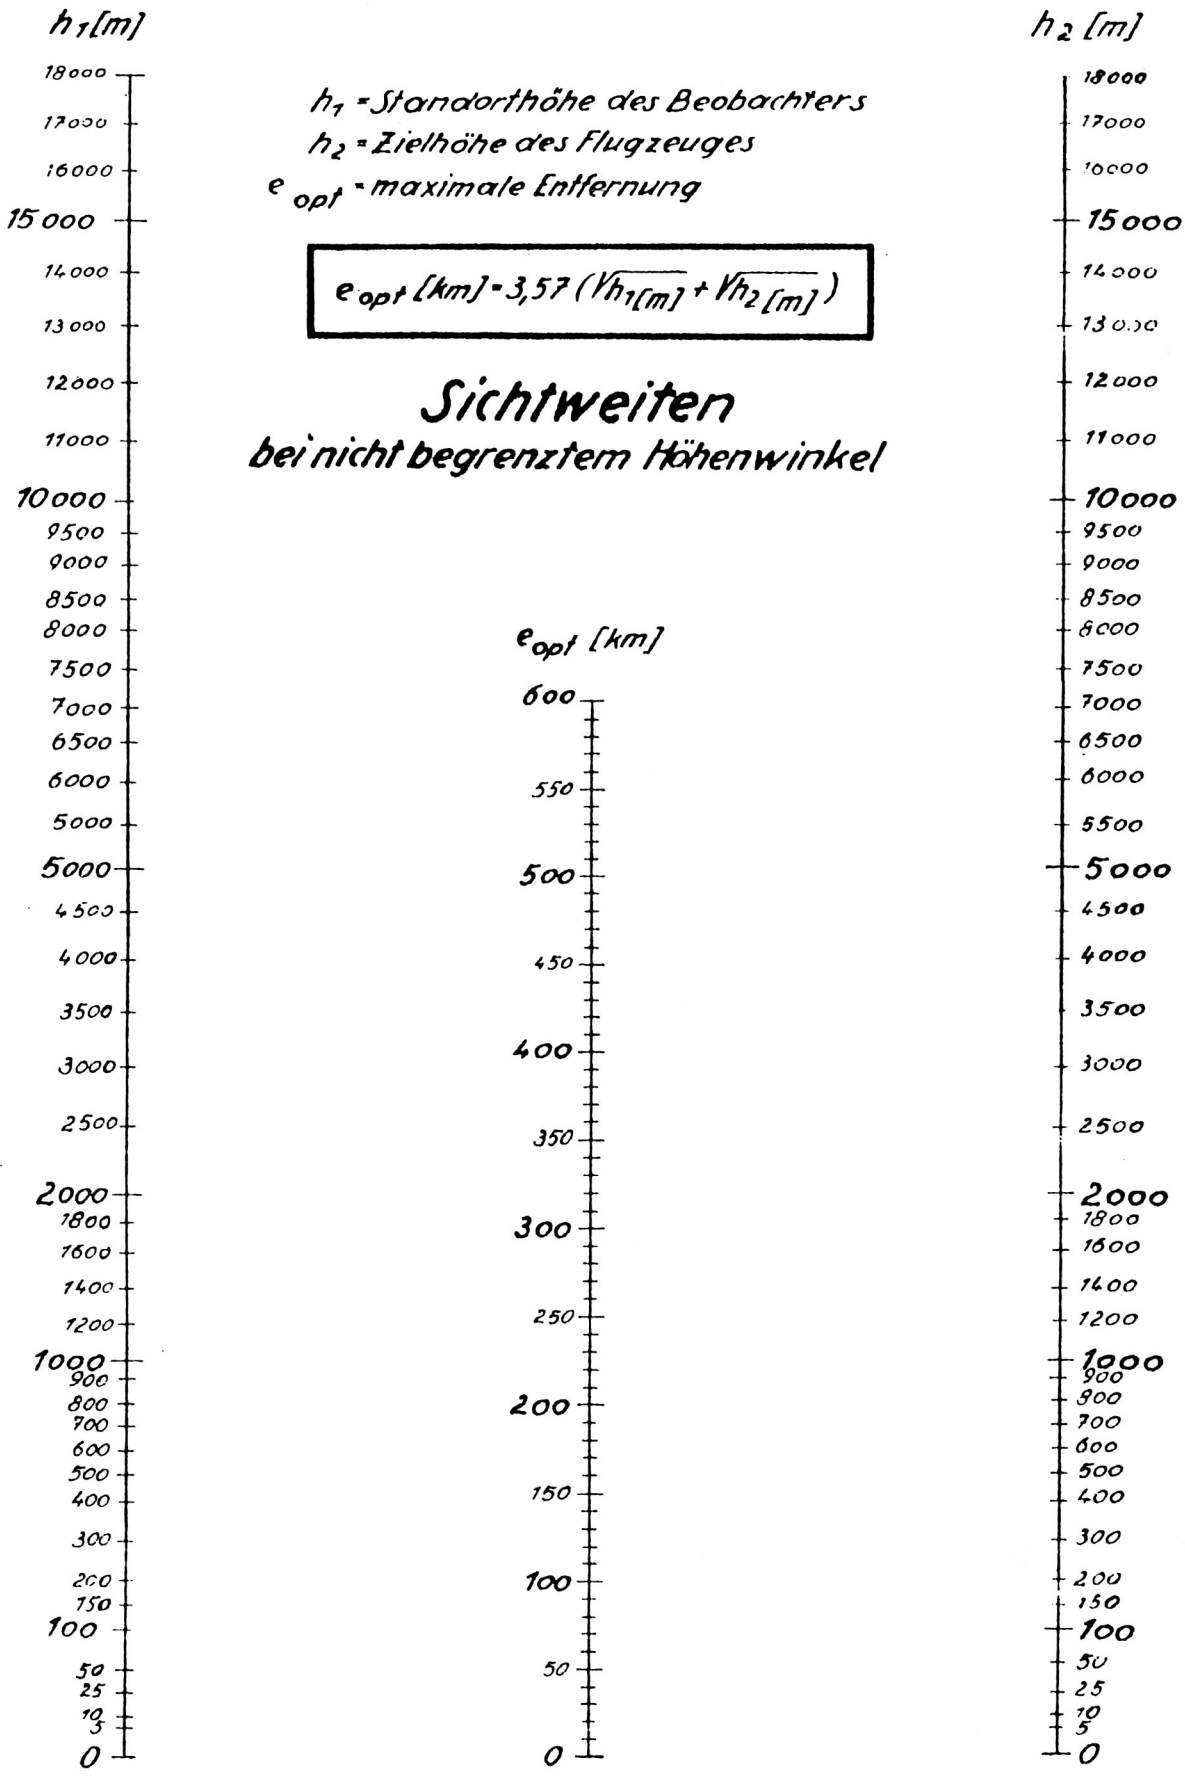

Abb. 6
3. Mit Hilfe des abgebildeten Nomogrammes (Abb. 6) kann man die optische Sichtweite (= Grenzreichweite des Egon-Gerätes) bei nicht begrenztem Höhenwinkel bestimmen, d. h. von Beobachtungsstandorten aus, bei denen bei  $0^\circ$  Erhebungswinkel keinerlei optische Hindernisse auftreten. Die optische Sichtweite ist einerseits abhängig von der Flughöhe des Zieles ( $h_2$ ) und andererseits vom Aufstellungsort des Gerätes (etwa des Antennenmittelpunktes) ( $h_1$ ). An der Küste ist also beispielsweise die Höhe des Antennenmittelpunktes über der Wasserfläche maßgebend, im Binnenland die Höhe des Antennenmittelpunktes über der umliegenden Landfläche. Zur Errechnung der optischen Sichtweite verbindet man nun in der Tafel den Wert des eigenen **Aufstellungsortes** auf der linken Skala ( $h_1$ -Skala) durch einen Faden oder ein Lineal mit der auf der rechten Skala aufgetragenen **Flughöhe** ( $h_2$ -Skala). Auf der mittleren Skala schneidet dann der Faden bzw. das Lineal die **optische Sichtweite** ab.